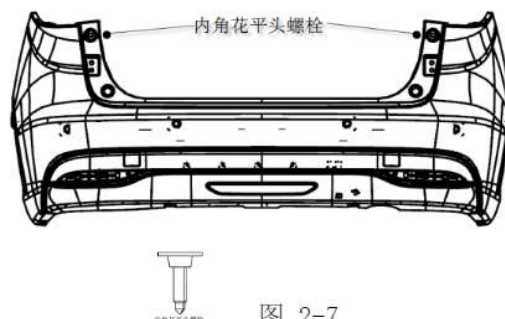

图 2-7
- (1) 用一字螺丝刀轻轻将后保险杠左右两侧的堵盖撬开，撬的时候注意包裹一层胶布，避免刮伤漆面；
- (2) 用 10# 套筒将左右两侧缓冲块拆除；
- (3) 用内六角头螺丝刀拆除后保后部与车身连接的 2 个内角花平头螺栓，如图 2-7 所示；